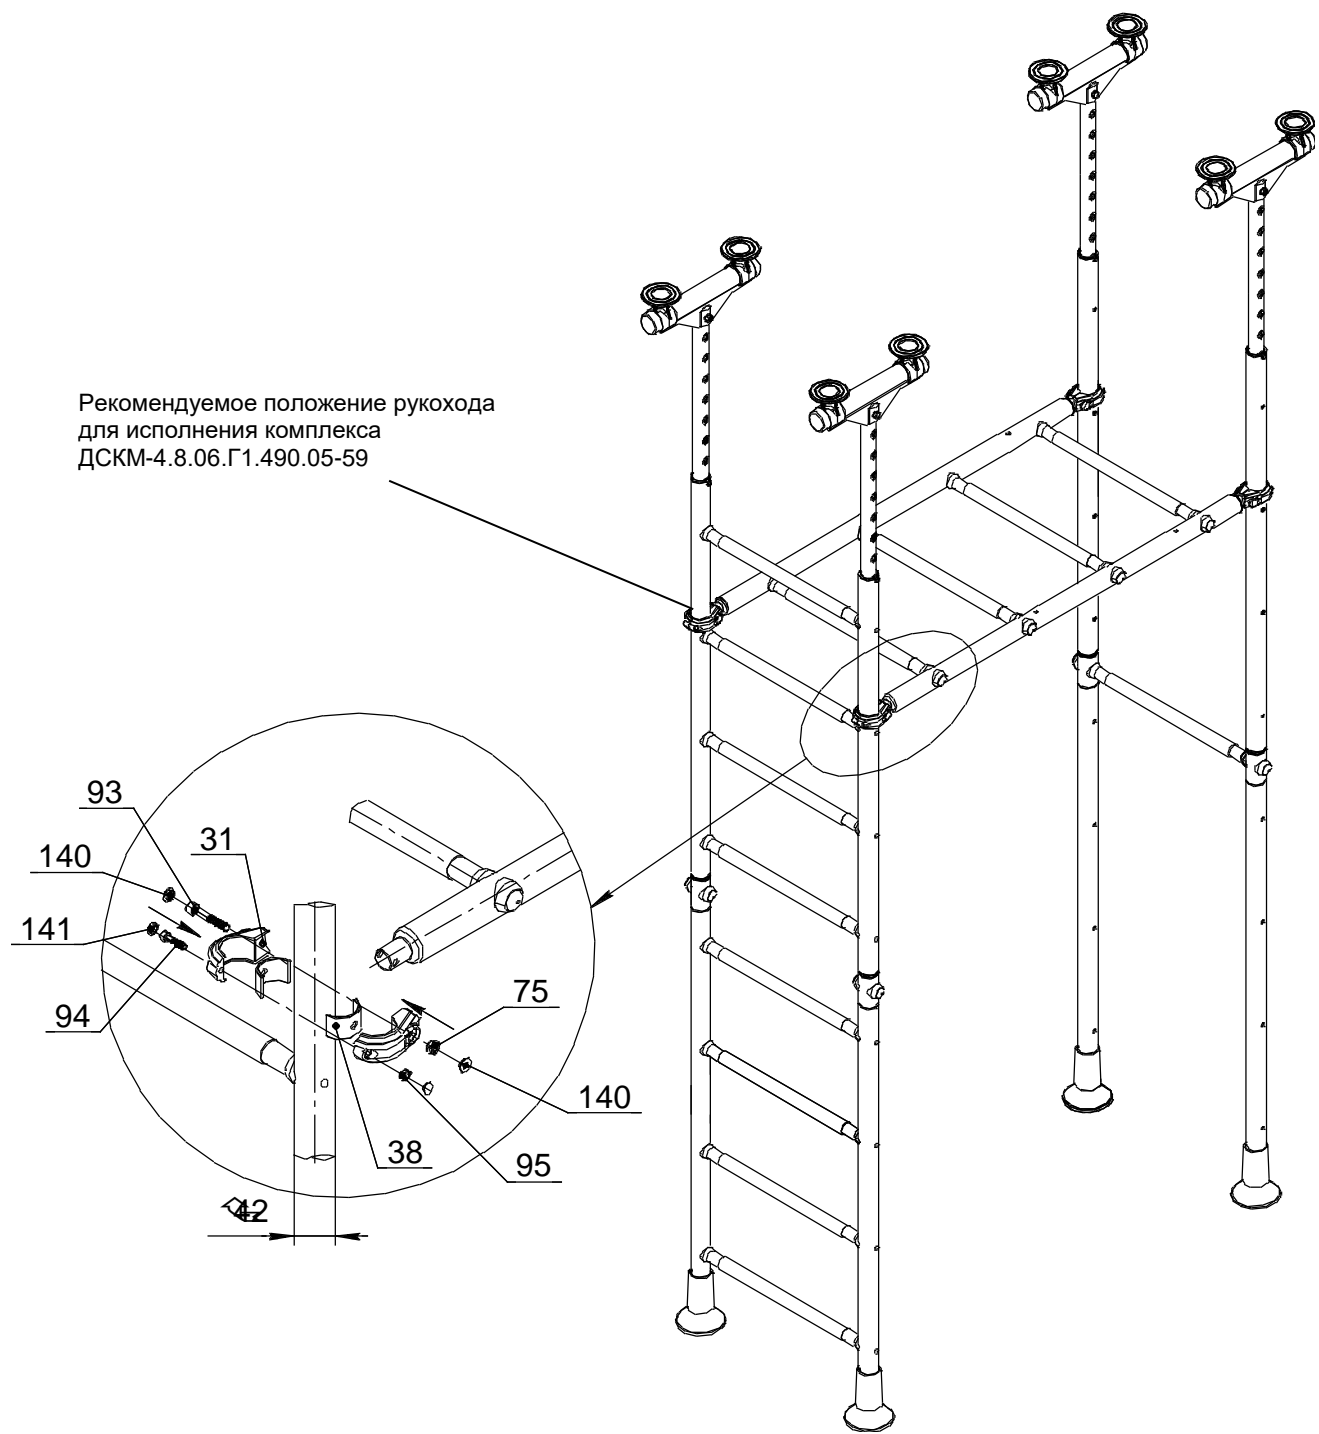

Рис.7
- V. Закрепить рукоход, туго затянув винты поз.93, затем поз.94. Установить заглушки поз. 140; 141 (см. рис.7).